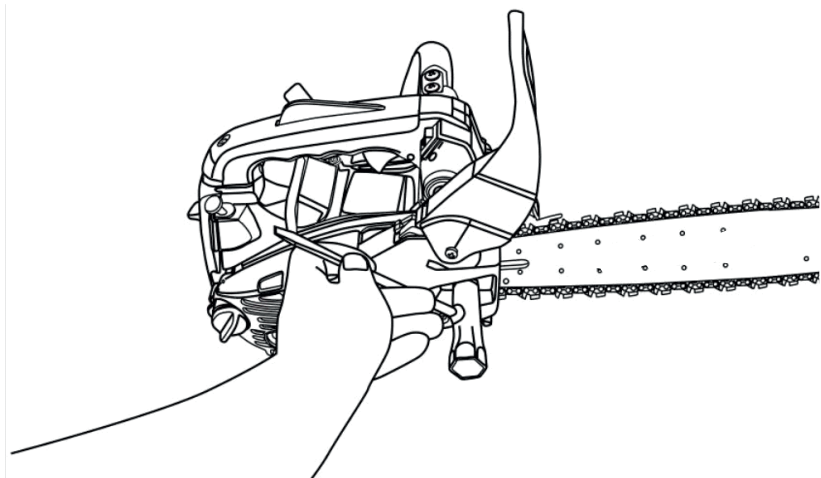

Рис. 8. Фиксация шины прижимной крышкой
6. Наденьте крышку удерживая при этом цепь в натяжении и затяните гайку прижимной крышки шины (рис. 8)